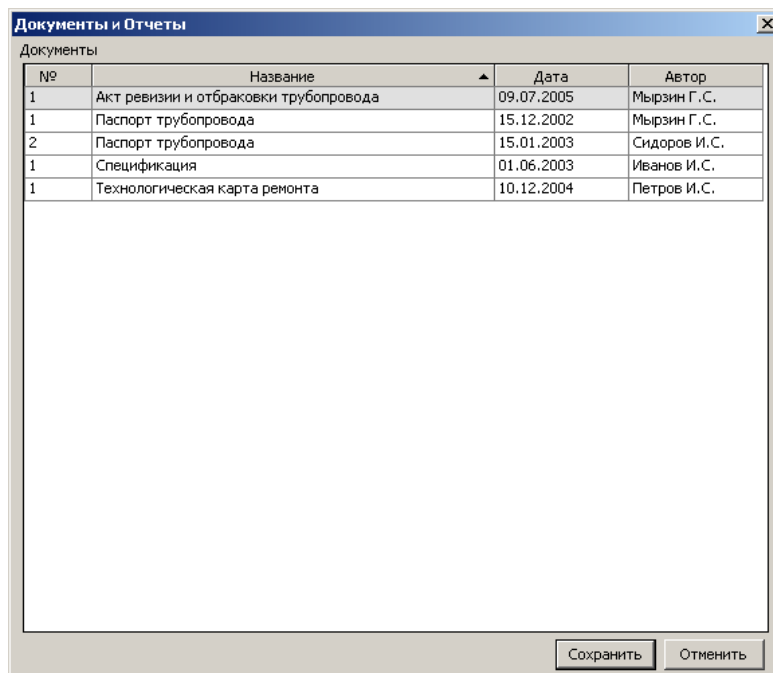

Рис. 3.10.1. Диалоговое окно для работы с документами
Раздел «Документы» предназначен для хранения в базе данных отчетов, файлов и неформализованной документации по трубопроводам (различные не предусмотренные в системе акты, заключения специализированных организаций, графические документы, текстовые документы и т.п.). Общий вид диалогового окна для работы с документами приведен на рис. 3.10.1. Диалоговое окно содержит список сохраненных в базе данных отчетов (документов) с указанием названия, номера документа, автора, даты создания.
3. Установить курсор на строке в таблице (рис. 3.10.1).